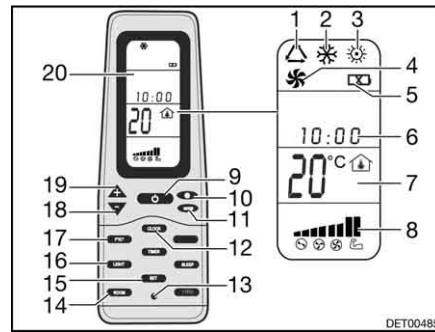

Bild 150 Fernbedienung
- Die Taste ON/OFF (Bild 150,9) drücken.
- Die Taste "Mode" (Bild 150,11) so oft drücken, bis die gewünschte Betriebsart (Bild 150,1, 2, 3 oder 4) auf dem Display (Bild 150,20) angezeigt wird.
- Mit den Tasten "+" (Bild 150,19) und "-" (Bild 150,18) die gewünschte Temperatur einstellen.
- Mit der Taste Lüftergeschwindigkeit (Bild 150,10) die gewünschte Lüfterstufe wählen.